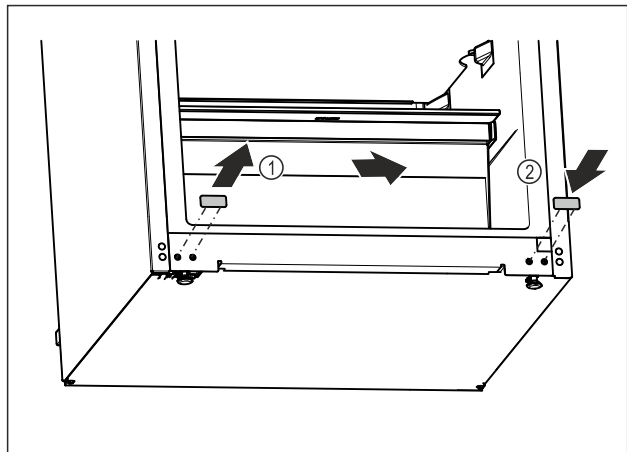

Fig. 16
- ▶ Dra ut täckplugg. Fig. 16 (1)
- ▶ Sätt in täckplugg på motsatta sidan. Fig. 16 (2)